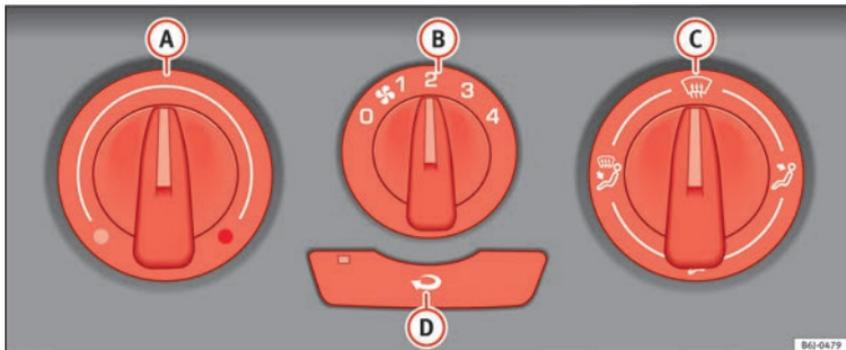

Fig. 126 Mandos de la calefacción en el tablero de instrumentos.
- Gire el regulador de temperatura » **fig. 126 A** hacia la izquierda.
- Gire el regulador de la temperatura » **fig. 126 A** hacia la derecha hasta alcanzar el grado de calefacción deseado. »
- Gire el regulador de la temperatura **»» fig. 126 (A)** hacia la derecha hasta el nivel máximo de calefacción.
- Gire el regulador de temperatura **»» fig. 126 (A)** hacia la zona de calefacción.